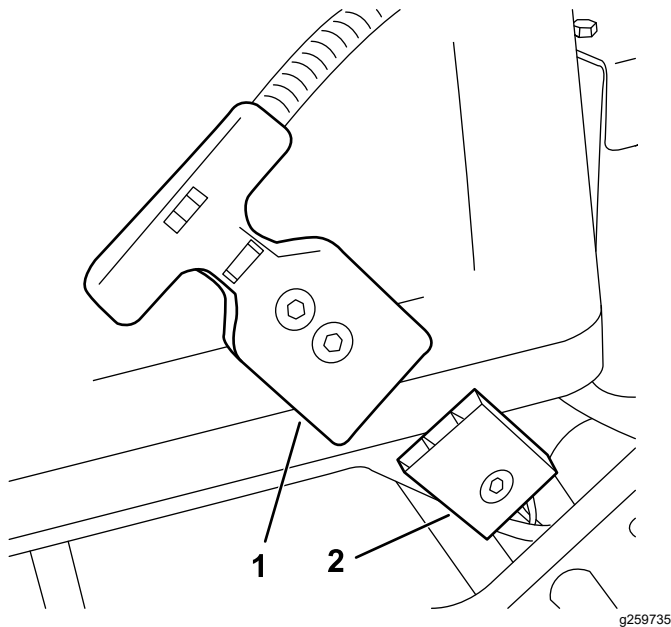

Figura 12
1. Collegate il connettore della maniglia a T al connettore di alimentazione principale (Figura 12).